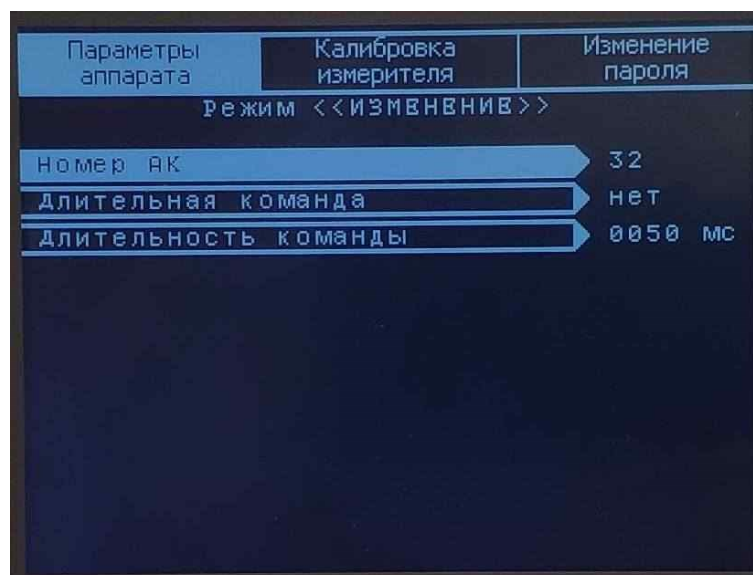

Рисунок 8 – Підрозділ «Конфігурація команд»
**2.1.1. «Конфігурація команд»** - підрозділ призначений для задання тривалості аварійних команд, що передаються (див. рисунок 8).